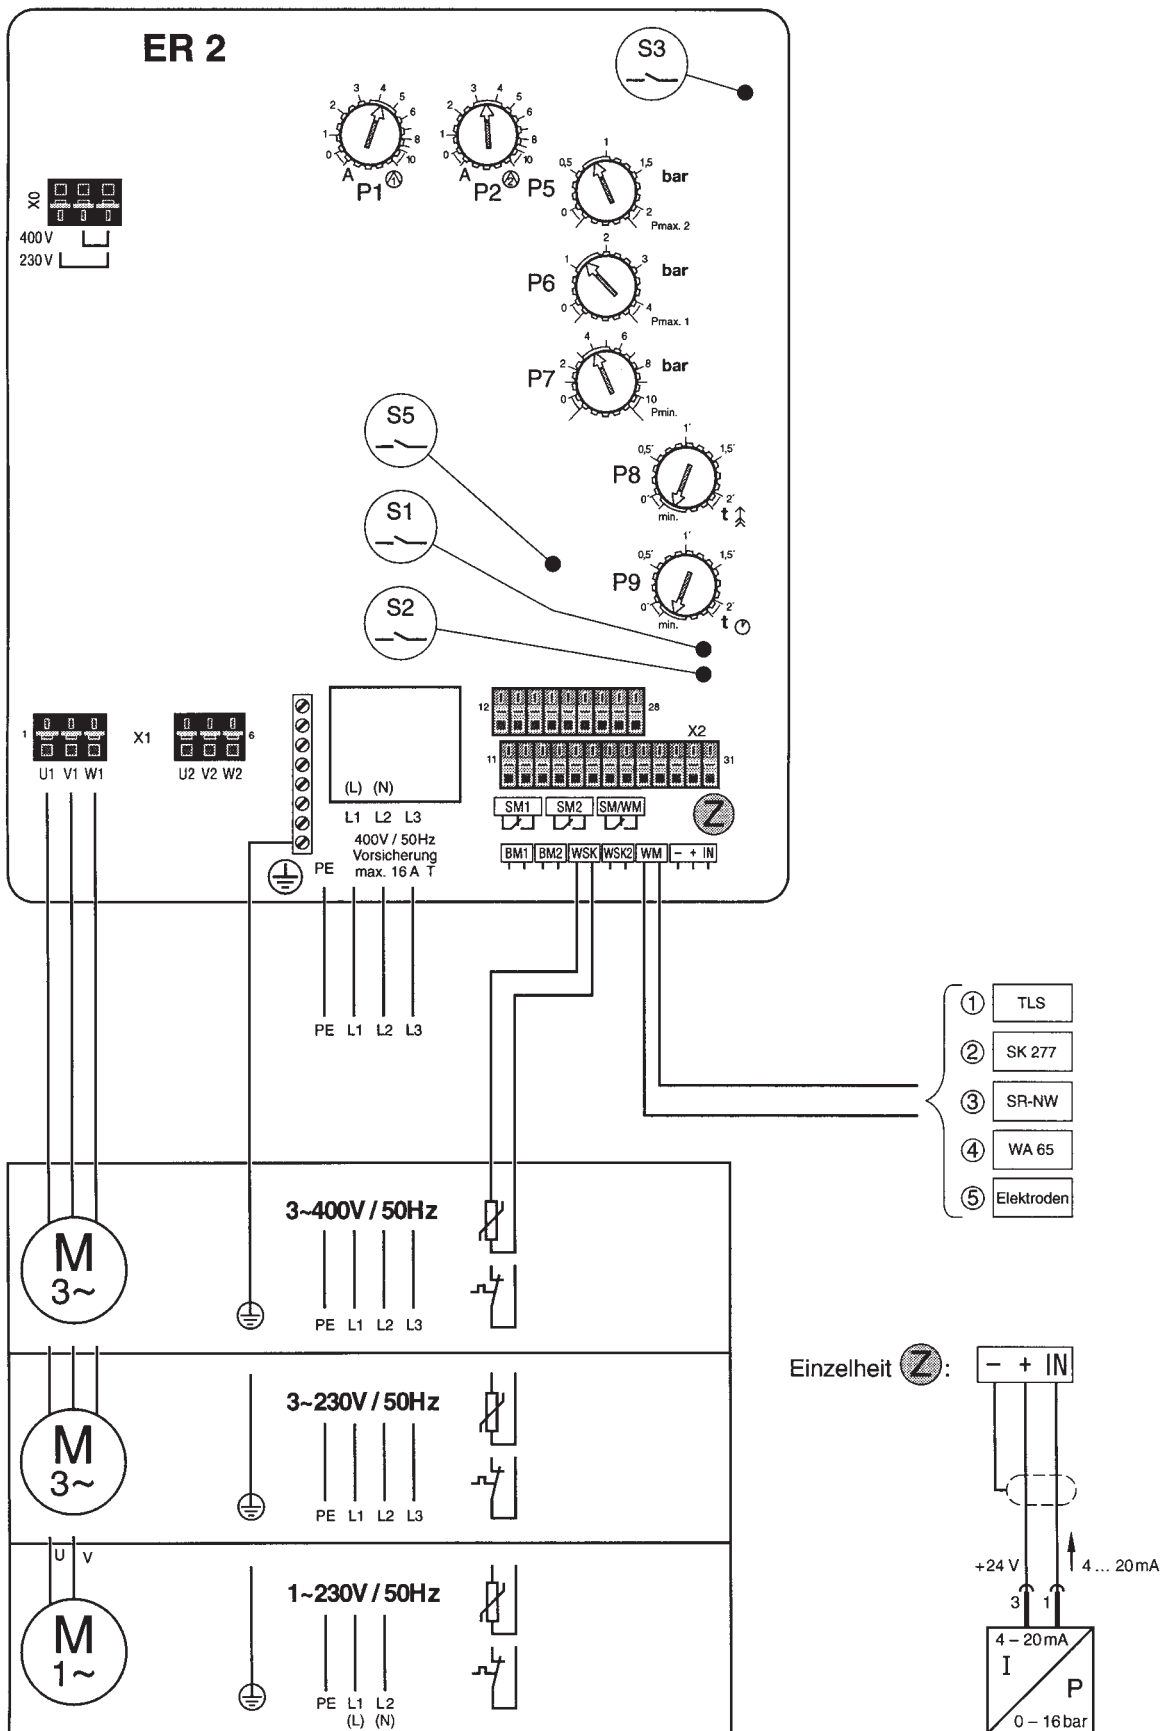
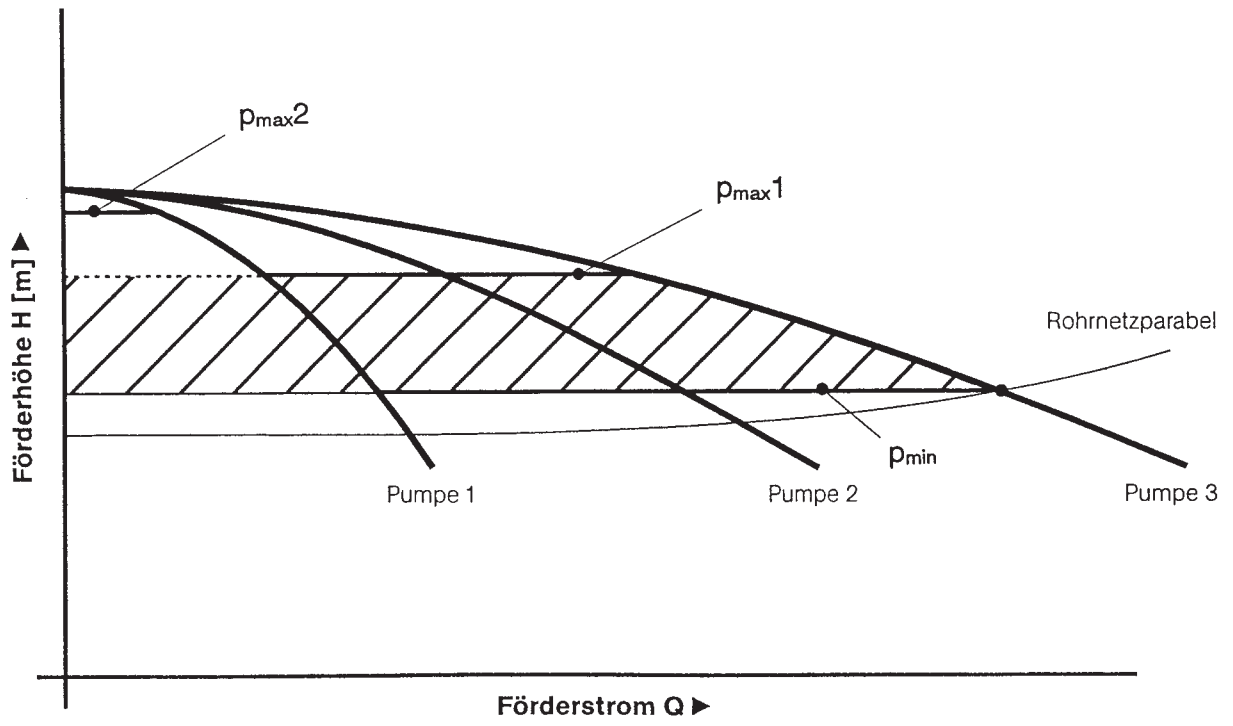

Fig. 2
Fig. 5
Когда при первоначально не работающей станции после начала разбора воды давление в системе опускается ниже уровня давления включения p_{\min} , включается первый насос (рис. 5, диаграмма характеристик). При последующем падении давления ниже уровня давления включения из-за возрастающего расхода воды каждый раз подключается очередной насос. При уменьшении расхода воды давление в системе наоборот начинает повышаться. При достижении первого уровня выключения p_{\max}^1 отключается один насос. При повторном достижении первого уровня выключения отключается следующий насос и т.д. Последний работающий насос выключается лишь при более высоком давлении – втором уровне выключения p_{\max}^2 . При этом давлении подача воды очень мала (см. характеристику насоса на рис. 5). Процессы включения–выключения пиковых насосов осуществляются с задержкой по времени, для того чтобы избежать флаттерных переключений. Время задержки регулируется с помощью потенциометра t_d (рис. 2/3, поз. 8) между
0 и 2 мин. Оно начинает действовать с пуском первого насоса. Задержка осуществляется только в случае, когда насос(ы) работали меньше установленного на потенциометре времени. Уровни давлений включения–выключения устанавливаются с помощью потенциометров p_{\min} , p_{\max}^1 , p_{\max}^2 (рис. 2/3, P5, P6, P7 и табл. 1). Значения уставок для уровней давлений выключения 1 и 2 представляют из себя разности давлений, которые прибавляются к соответствующим более низким уставкам. Если например, с помощью потенциометров заданы давления $p_{\min} = 4$ бар, $p_{\max}^1 = 2$ бар и $p_{\max}^2 = 1$ бар, то это означает: уровень давления включения – 4 бар, первый уровень давления выключения – 6 бар, второй уровень давления выключения – 7 бар.
4.3 Функции устройства управления (рис. 2/3)
– **Внутренняя электронная защита двигателя:** Для защиты от перегрузки для каждого двигателя разрыватель тока должен быть настроен с помощью потенциометра (рис. 2/3, P1, P2, P3, P4) на номинальный ток двигателя согласно шильдику насоса. Клеммы WSK необходимо закоротить.
– **Внешняя защита двигателя по температуре обмотки PSK/PTC:** Если двигатели защищены с помощью защитного контакта в обмотке (WSK) или "холодного проводника" (PTC), то WSK или PTC для каждого двигателя подсоединяется к клеммам, а потенциометры (рис. 2/3, P1, P2, P3, P4) устанавливаются на максимальное значение (вправо до упора).
- **Время задержки:** Время задержки для основного нагрузочного насоса устанавливается с помощью потенциометра t_1 (рис. 2/3, P8) между 0 и 2 мин. Оно начинается со стартом первого насоса.
- **Задержка времени срабатывания защиты от недостаточного уровня воды:** Выключение насосов в связи с недостаточным уровнем воды, а также их последующее включение в случае восстановления минимального уровня воды могут быть задержаны по времени. Время задержки задается потенциометром t_2 (рис. 2/3, P9) в интервале от 2 сек. до 2 мин.
- **Пробный пуск:** При включенной функции "пробный пуск" каждый насос включается приблизительно через каждые 6 часов приблизительно на 15 секунд. Интервалы пробных пусков жестко запрограммированы и не подвержены влиянию времени наработки, сигналов о недостаточном уровне воды или срабатывания любых датчиков. Пробные пуски важны, в частности, для поддержания в постоянной готовности установок пожаротушения. При замыкании микропереключателя S2 (рис. 2/3) пробные пуски отменяются.
- Клеммную колодку подсоединять в следующем порядке (рис. 2/3):
Переключить клеммы X0 электронной платы в соответствии с указанием "230 В" (см рис. 2)
Переключить клеммы X0 электронной платы в соответствии с указанием "400 В" (см рис. 2) (заводская уставка)